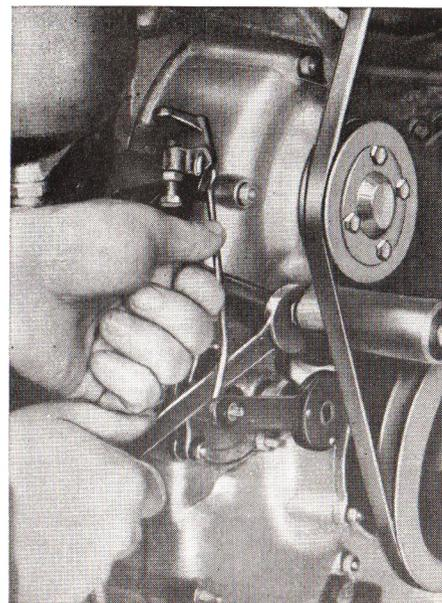

Bild 33. Einstellen der Spannrollenvorrichtung
- b) Danach wird die Achse mit Hilfe eines Maulschlüssels SW 7 um 120° nach links vorgespannt und die Befestigungsmutter festgezogen (Bild 33).